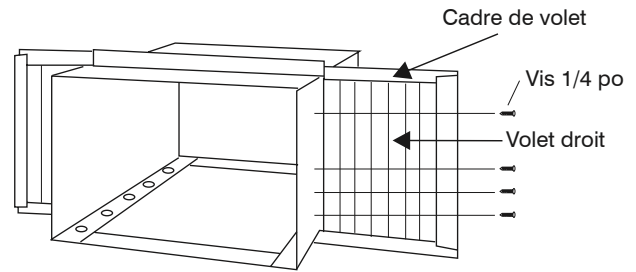

Fig. 9 - Pose des volets
- A. Glisser les volets latéraux dans les rails supérieur et inférieur, comme le montre la Fig. 9. Le cadre de chaque volet indique si c'est celui de gauche (*left*) ou de droite (*right*). À l'aide de (4) vis 1/4 po de chaque côté, fixer les volets au boîtier.